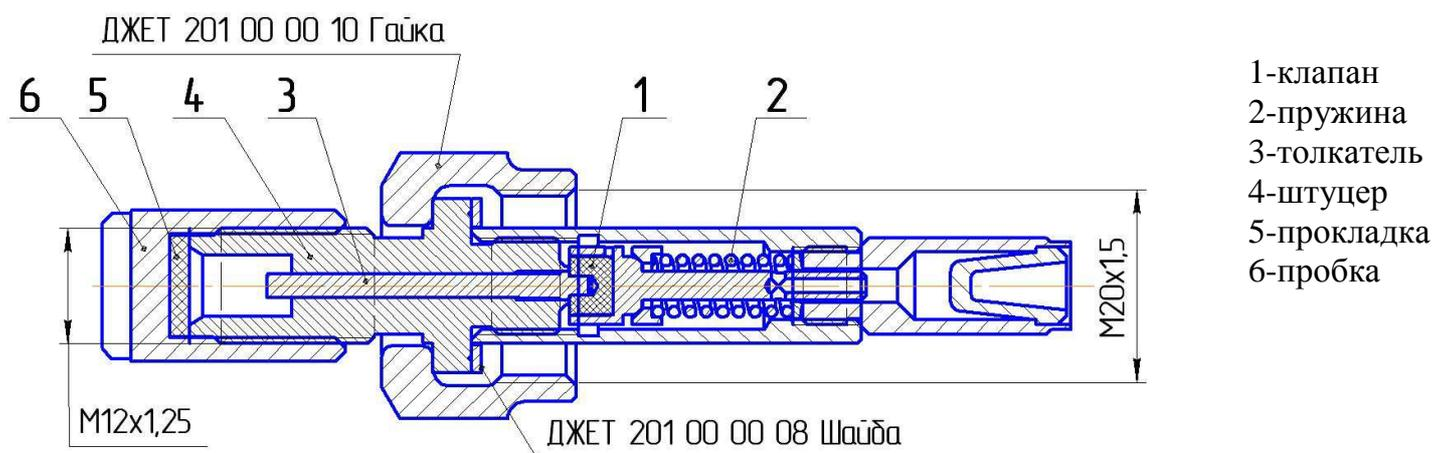

Рис. 1 Узел запорный УЗ-2-400
4.1 Устройство узла запорного УЗ-2-400 показано на рис.1.